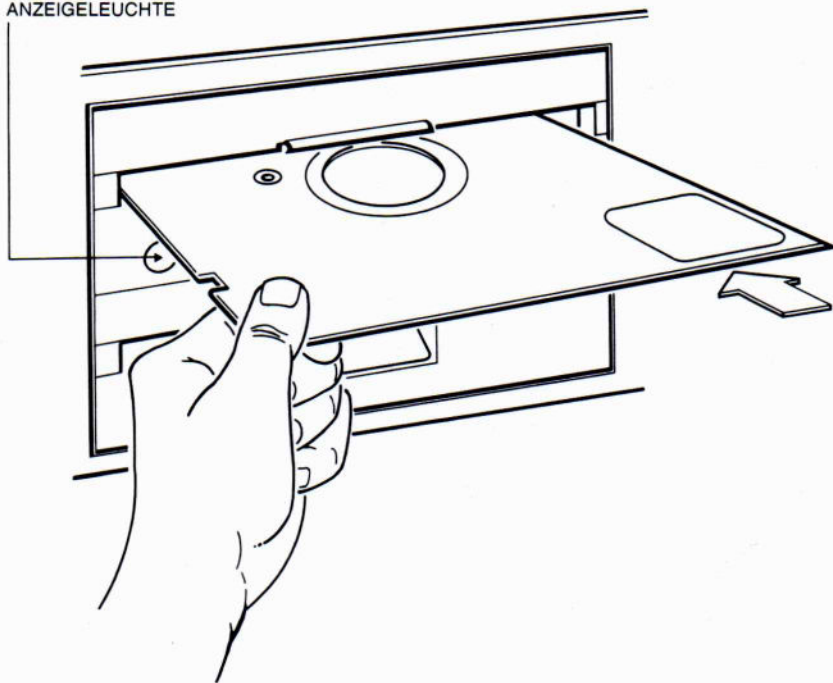

Fig. 3-3 Einlegen einer Diskette
Das Einlegen einer Diskette ist in Abbildung 3-3 dargestellt. Dabei sind folgende Schritte durchzuführen:
- Anschließend die Diskette in den Schacht einführen. Wie in Abbildung 3-3 gezeigt, muß der Aufkleber dabei auf der oberen Diskettenseite sein und in Ihre Richtung zeigen.
Wenn das System auf eine Diskette mit einem Lese-/oder Schreibvorgang zugreift, leuchtet die entsprechende Laufwerkanzeigeleuchte auf. Solange diese Anzeigeleuchte aufleuchtet, darf die Diskette nicht aus dem Laufwerk entnommen werden (siehe Abbildung 3-3).